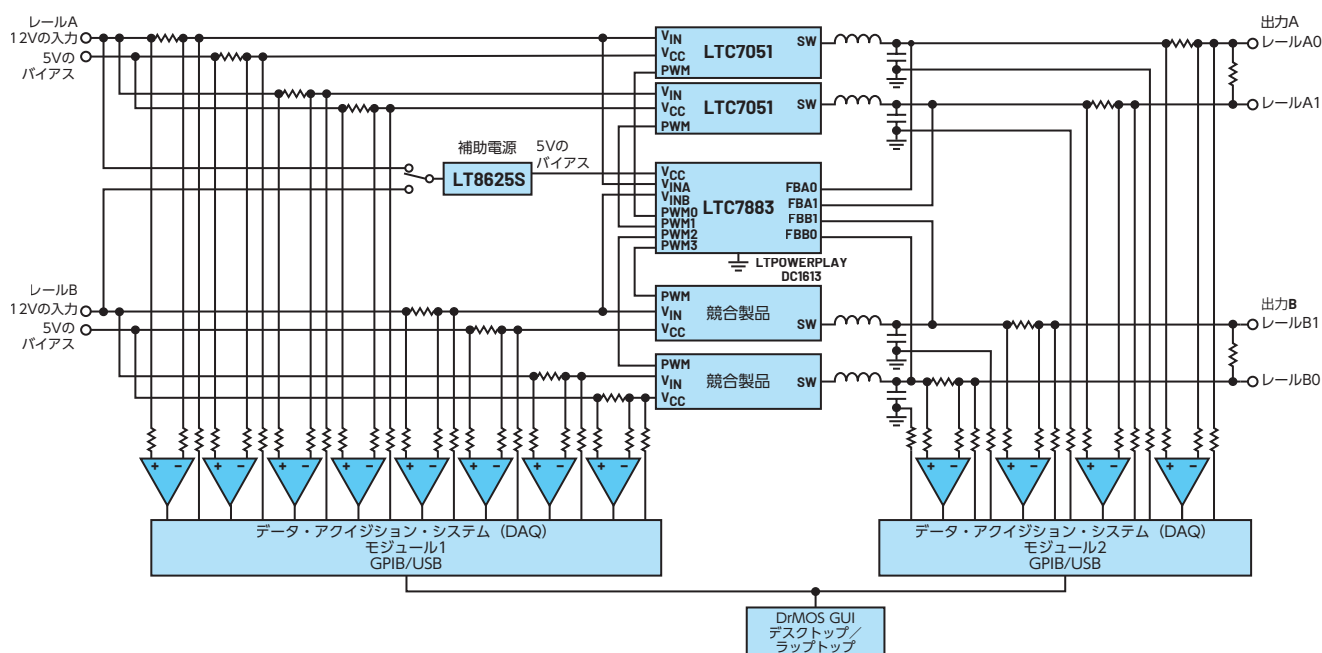

図 2. 評価用ボードのブロック図
- ▶ DC/DC コントローラは、広範な入出力電圧とスイッチング周波数に対応して動作します。具体的な製品としては、電圧モードで動作する降圧型の DC/DC コントローラ「**LTC7883**」を使用しました（図 2）。この製品には PolyPhase[®] という電流分担技術が適用されており、クワッド出力に対応します。